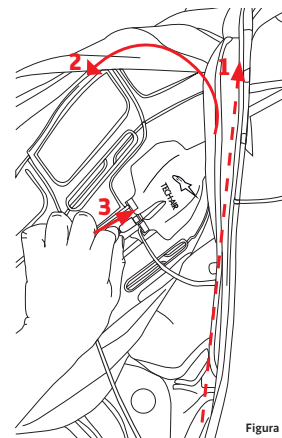

Figura 8
**Suggerimento:** Quando il Tech-Air® Race Airbag System è installato in una tuta in pelle, la porta Micro USB è facilmente accessibile aprendo una delle cerniere della tuta (1) e sollevando il Vest parzialmente verso l'esterno (Vedi figura 8).
Suggerimento: È più facile accedere all'interruttore principale (8) aprendo una delle cerniere di fissaggio del Gilet (1) e sollevando parzialmente il Gilet fuori dalla tuta (Vedi figura 8). Dopo l'accensione dell'interruttore generale, la cerniera di fissaggio del gilet deve essere naturalmente ricollegata.